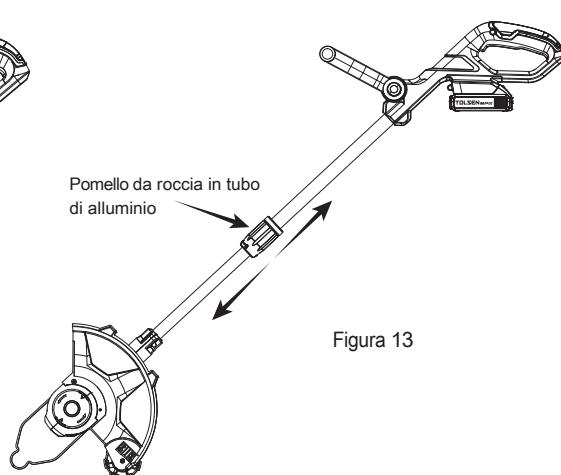

Figura 13
- a. Ruotare la manopola di bloccaggio del tubo di alluminio mostrata nella Figura 13 in senso antiorario, quindi allungare o accorciare il tubo di alluminio alla lunghezza desiderata.